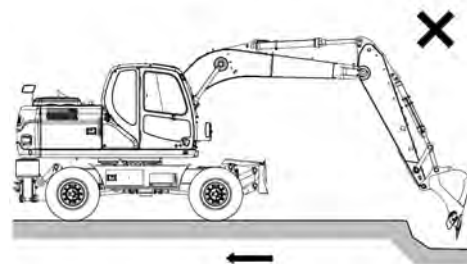

Рис. 65
7. Запрещается двигать и поворачивать машину для придания дополнительного усилия отрыва, если ковш находится в грунте. См. рис. 65.